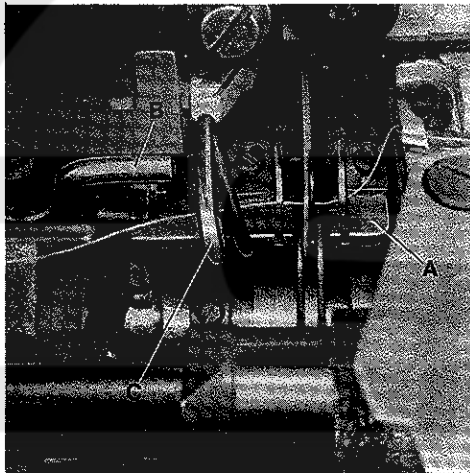
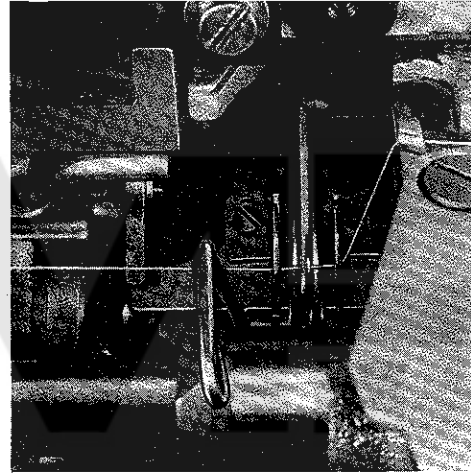
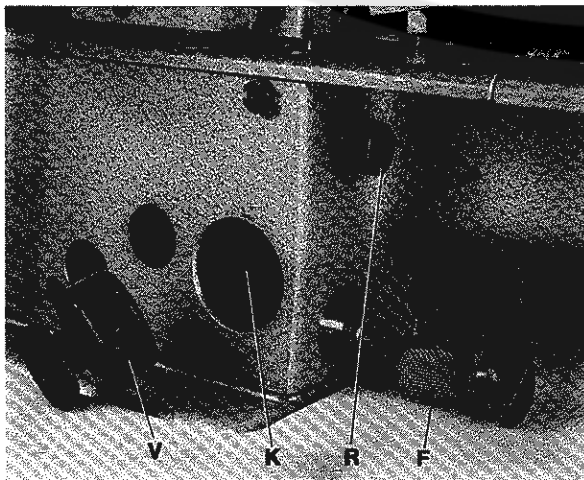

Fig.7
Fig.8
Fig.9
For easier threading of the looper thread, the cast-off plate (A, Fig. 7) will flip-up when pressing lever (B). After threading push the cast-off (A, Fig. 7) at lever (C) back to its home position (see Fig. 8).
For cleaning, the cast-off plate (A, Fig. 7) can be removed completely. Rotate pulley until the flat side of take-up points up. Flip-up cast-off plate by pressing lever (B) and turn out thumb screw (R, Fig. 9). Make sure that the cast-off plate is positioned above the flip-up spring when re-assembling.
Zum besseren Einfädeln des Greiferfadens kann die Faden-abzugsplatte (A, Fig. 7) durch Drücken des Hebels (B) nach oben ausgeschwenkt werden. Nach dem Einfädeln wird die Fadenabzugsplatte (A, Fig. 7) am Hebel (C) wieder in ihre Ausgangsstellung zurückgedrückt (siehe Fig. 8).
Zum Reinigen kann die Fadenabzugsplatte (A, Fig. 7) ganz herausgenommen werden. Drehen Sie am Handrad bis die flache Seite des Fadenaufnehmers oben ist. Schwenken Sie durch Drücken des Hebels (B) die Platte nach oben und drehen Sie die Rändelschraube (R, Fig. 9) heraus. Setzen Sie die Faden-abzugsplatte wieder so ein daß sie oberhalb der zum Hoch-drücken dienenden Feder liegt.
The oil filter (F, Fig. 9) has to be cleaned periodically in petroleum, according to its contamination. The oil filter can be removed by turning it counter-clockwise.
Chamber (K, Fig. 9) behind plug (V, Fig. 9) has to be cleaned periodically, according to its contamination.
Der Ölfilter (F, Fig. 9) muß periodisch, je nach Verschmutzung in Petroleum gereinigt werden. Der Ölfilter kann durch Drehen im Uhrzeigersinn entfernt werden.
Die Kammer (K, Fig. 9) hinter dem Verschlussstopfen (V, Fig. 9) muß periodisch, je nach Verschmutzung gereinigt werden.